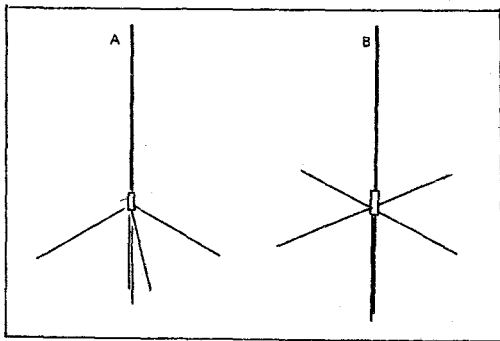

Fig. 3 — Numa vertical, os radiais que formam o plano terra podem ser inclinados (A) ou na horizontal (B), dependendo do projeto.
Na Fig. 3, estão detalhes do balun (fornecido no "kit") destinado ao correto casamento de impedâncias entre a linha de transmissão (coaxial de 52 ohms) e a antena. A conexão é feita a um ângulo lateral do quadro, e não ao ângulo inferior, para assegurar polarização vertical, que é a mais utilizada na faixa de dois metros.
Fig. 3 — Detalhe do Balun que realiza a adaptação de impedâncias da quadra com a linha de transmissão (coaxial de 52 ohms). No "kit labreano" este balun já vem pronto para sua instalação.
**NR1** — Caso não possa ser obtido o "kit" organizado pela LABRE-RJ para fornecimento a seus associados, será fácil preparar todas as peças necessárias, seguindo-se a orientação da Fig. 1. A construção do balun será feita de acordo com a Fig. 3. Com exceção das peças do balun, os elementos restantes podem ser adquiridos em lojas de material de construção.
Fig. 3 — a) Se uma antena "long-wire" for alimentada ao centro, o diagrama de irradiação será simétrico em relação ao ponto de alimentação; b) Com alimentação fora do centro, a simetria desaparece, com reforço dos lóbulos do lado maior, em detrimento dos opostos.
curto (Fig. 3). Este seria o caso da "long-wire" em questão. Na prática, entretanto, a diretividade dos lóbulos principais de irradiação não pode ser bem definida e os lóbulos menores tendem a cobrir os vazios, de modo que uma antena "long-wire" realmente apresenta características onidirecionais, especialmente sobre terreno de baixa condutividade.
Uma antena plano-terra pode ter três radiais espaçados a 120°, ou quatro com espaçamento de 90° entre si, na horizontal, ou não (Fig.3). Em termos comparativos, podemos dizer que a plano-terra nada mais é que uma derivação da tradicional antena dipolo. Na prática, a plano-terra é uma dipolo vertical, em que um dos braços (justamente aquele em que é ligada a malha do cabo coaxial) foi substituído por um conjunto de elementos metálicos que formam um espelho eletromagnético, trazendo, artificialmente, o "solo" para perto da antena (Fig.4).